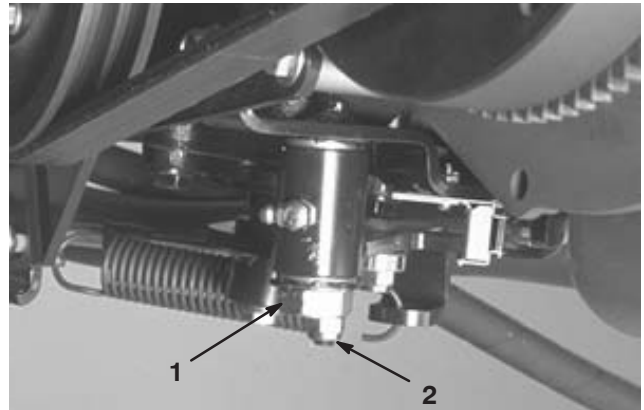

Figure 51
3. Desserrez le contre-écrou de la came de réglage de transmission (Fig. 51).